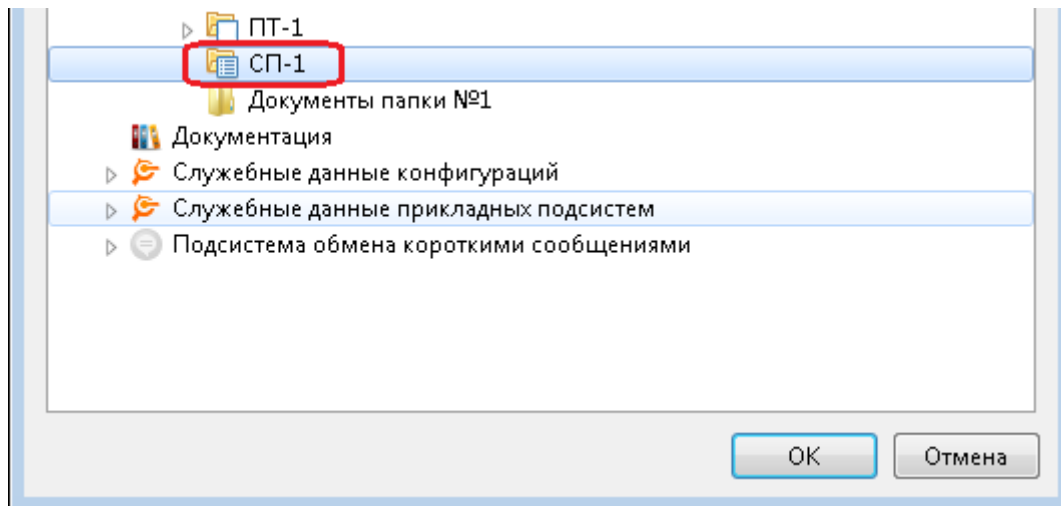

Рисунок 319 — Отмеченная папка
6.5 отметить в дереве найденную папку (Рисунок 319);